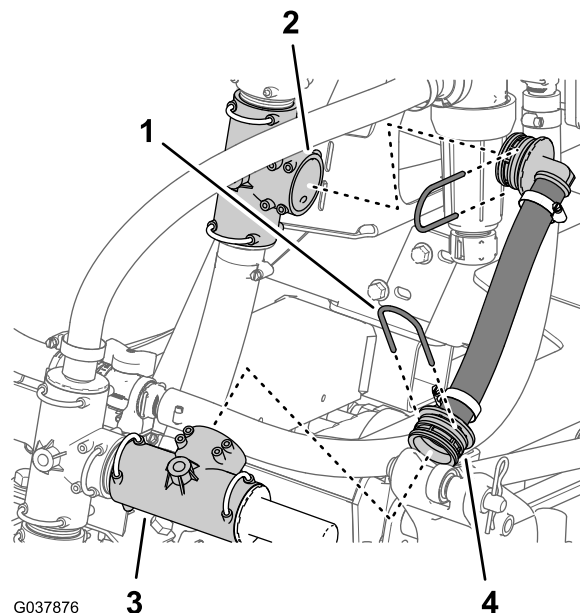

Figure 65
1. Retirez l'étrier qui fixe le flexible de décharge de pression au raccord en T sur le clapet de décharge (Figure 65)
2. Retirez l'étrier qui fixe le flexible de décharge de pression au raccord en T inférieur et déposez le flexible de la machine (Figure 65).